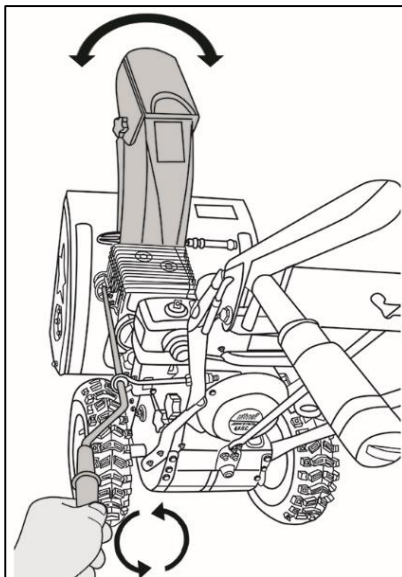

Рис. 35
4. При необходимости поменять направление выброса снега используйте рычаг поворота желоба (рис. 35).